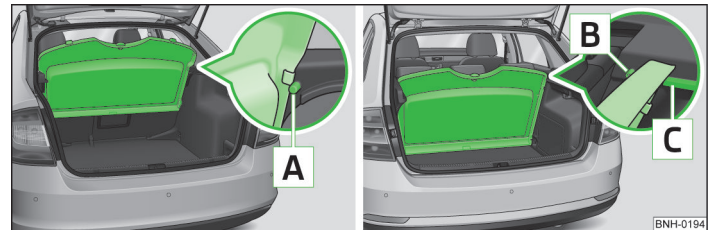

Abb. 63 Parkstellung der Gepäckraumabdeckung: Rapid / Rapid Spaceback
- Rapid: Die ausgebaute Abdeckung zwischen die Rücksitzlehne und den Bolzen **A** » Abb. 63 einschieben.
- Die Gepäckraumabdeckung darf sich beim Einstellen der „Parkstellung“ keinesfalls zwischen dem Bolzen **B** » Abb. 63 und der Rücksitzlehne2) befinden.